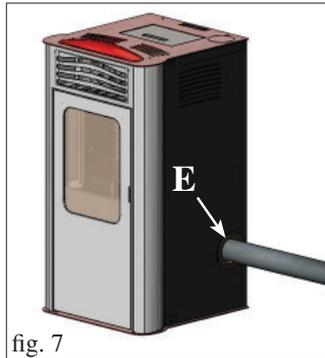

fig. 7
6). Die im Lieferumfang enthaltene Verschlussrosette (E - Abb. 7) mit den beiliegenden Schrauben fixieren, nachdem die seitliche Metallverkleidung wieder angebracht wurde.